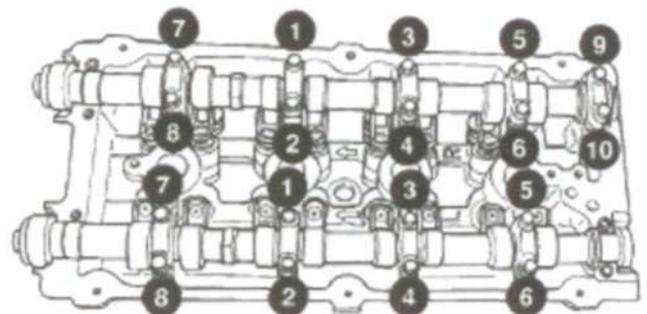

Рис. 20 Последовательность затяжки крышки подшипника распредвала
- (1) Смазать все шейки распредвала, коромысла и эксцентрики.
- (2) Установить коромысла в исходные положения, если они используются повторно.
- (3) Установить распредвалы на опорные поверхности головки блока. Установить правую и левую крышки подшипников распредвала No. 2 – 5 и правую No 6. Затянуть болты М6 моментом 12 Н·м в указанной последовательности (Рис. 20).